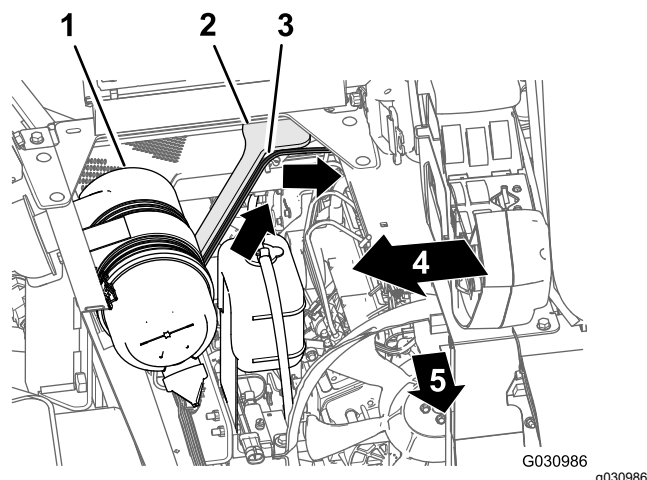

Figura 114
1. Enrute la rama de 108 cm del arnés de cables hacia arriba y en la parte trasera del compartimento del motor, por el soporte derecho de la cubierta del motor, por delante del conducto que conecta el filtro de aire y el motor (**Figura 114**).